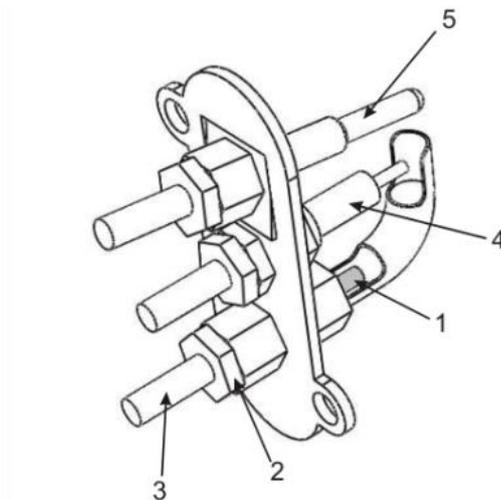

Рис.6 Устройство узла запальной горелки
- Найдите узел запальной горелки (рис.6).
- Открутите ключом на 10 муфту подводящей медной трубки 2 (рис.6).
- Выньте из канала смесителя трубку вместе с соплом 1 (рис.6) и замените последнее согласно табл.3.